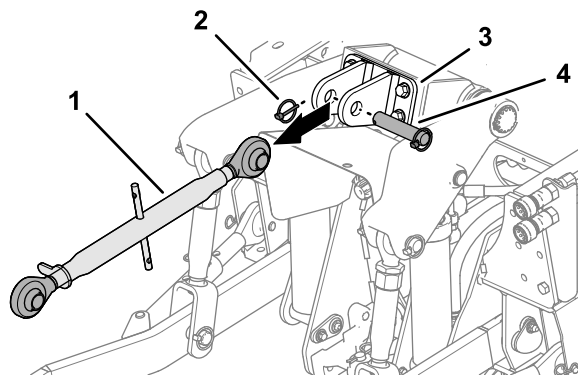

Рисунок 19
3. Извлеките шплинт с кольцом, шплинтуемый штифт и верхнюю тягу 3-точечного сцепного устройства (если они установлены) из кронштейна верхней тяги (Рисунок 19).